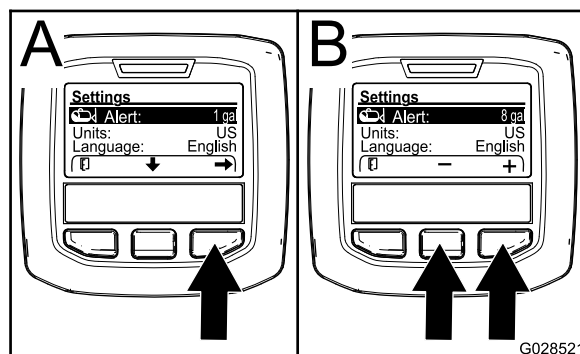

図 69
2. 中央ボタンを押して、警報Alert設定をハイライトさせる 図 69。
3. 右ボタンを押す 図 69。
4. 中央ボタンと右ボタンを使用して、散布中にタンク残量が何パーセントになったら警報を表示させるかの設定を行う 図 69。